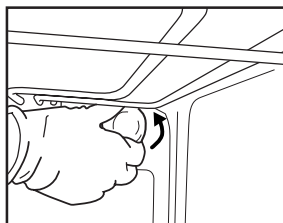
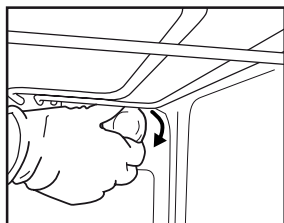

Fig. 6
Fig. 7
2. Skru lampeglasset af (fig. 6), skift pæren ud (se bemærkningen angående type), og skru lampeglasset på igen. (fig. 7).